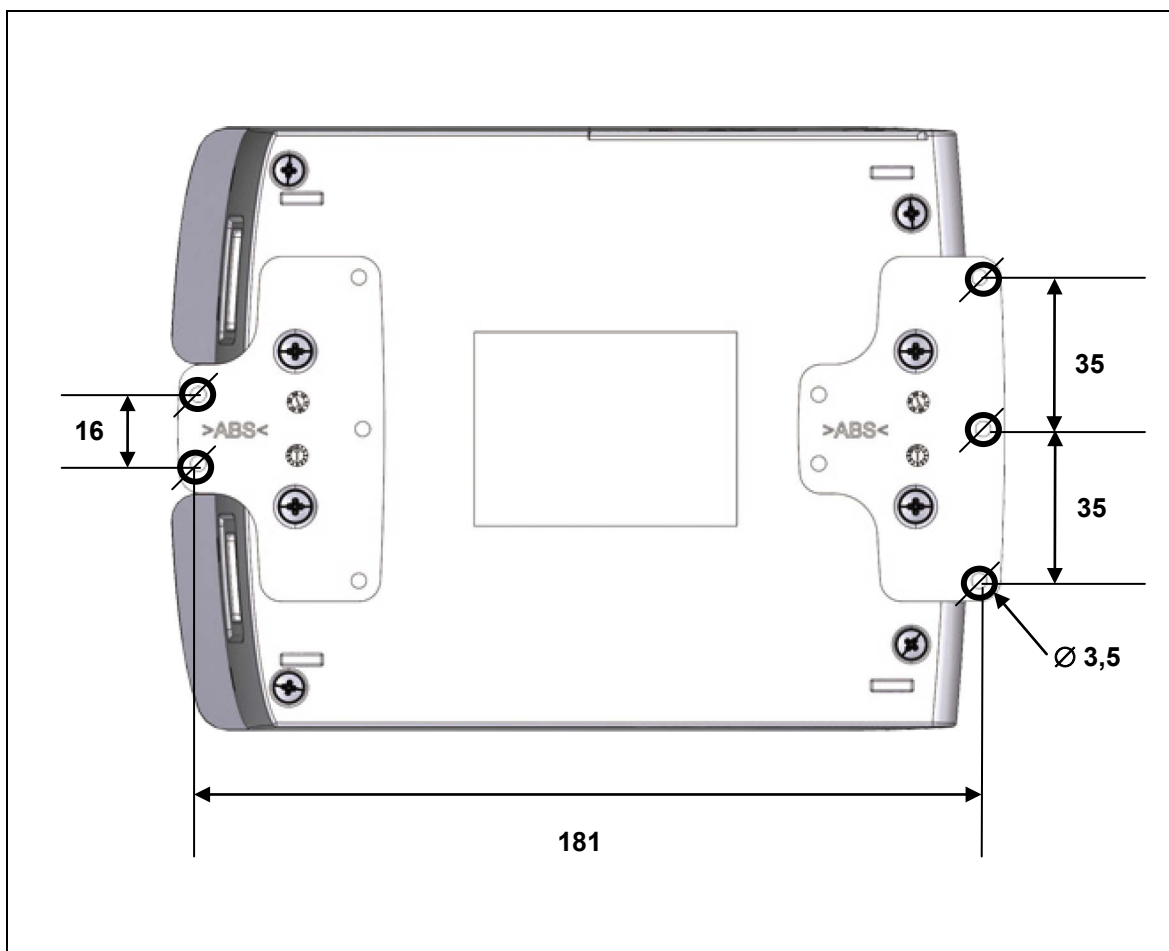

Abbildung 6 Beispiel: Befestigungspunkte der Power Supply HE-300 SMPS (Angaben in mm)
- Die in Abbildung 6 angegebenen Bohrmaße sind nur ein Beispiel und erheben keinen Anspruch auf Verbindlichkeit.